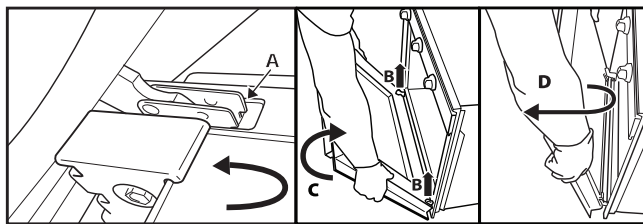

Fig. 2
3. Chiudere la porta fino al bloccaggio (A), sollevarla (B) e ruotarla (C) fino allo sganciamento della stessa (D) (Fig. 2).